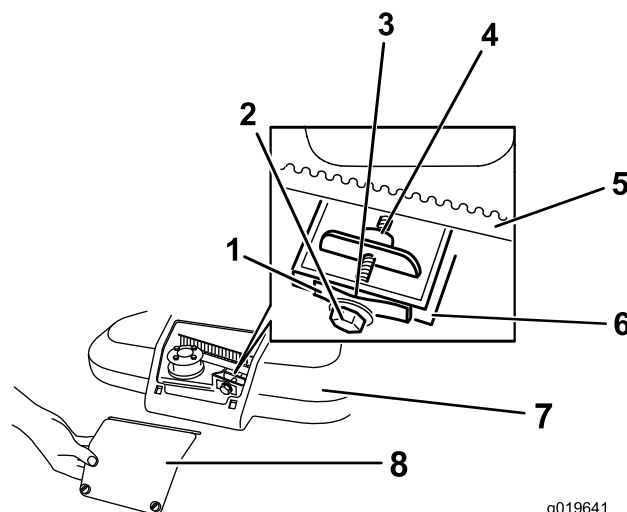

Figura 39
1. Desaperte os dois parafusos no painel da cobertura da correia e retire o painel (Figura 39).
3. Coloque um apalpa-folgas de 0,26 mm e um pedaço de papel ou um cartão contra a parede e deslize para trás da mola tensionadora da correia (Figura 39).
Nota: Se existir uma folga visível entre o apalpa-folgas e a mola, aperte o parafuso de ajuste e a porca até que o papel mal se desloque livremente dentro e fora da folga (Figura 39).